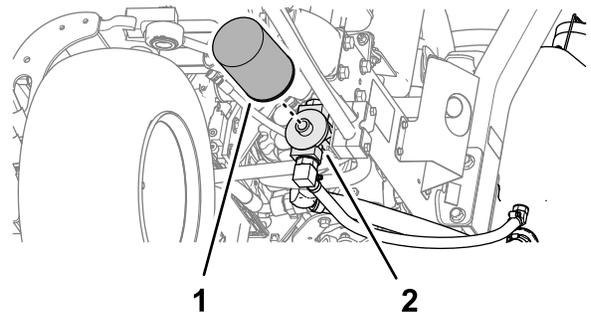

Figure 88
2. Nettoyez la zone autour de la surface de montage du filtre. Placez un bac de vidange sous le filtre (Figure 88) et enlevez le filtre.